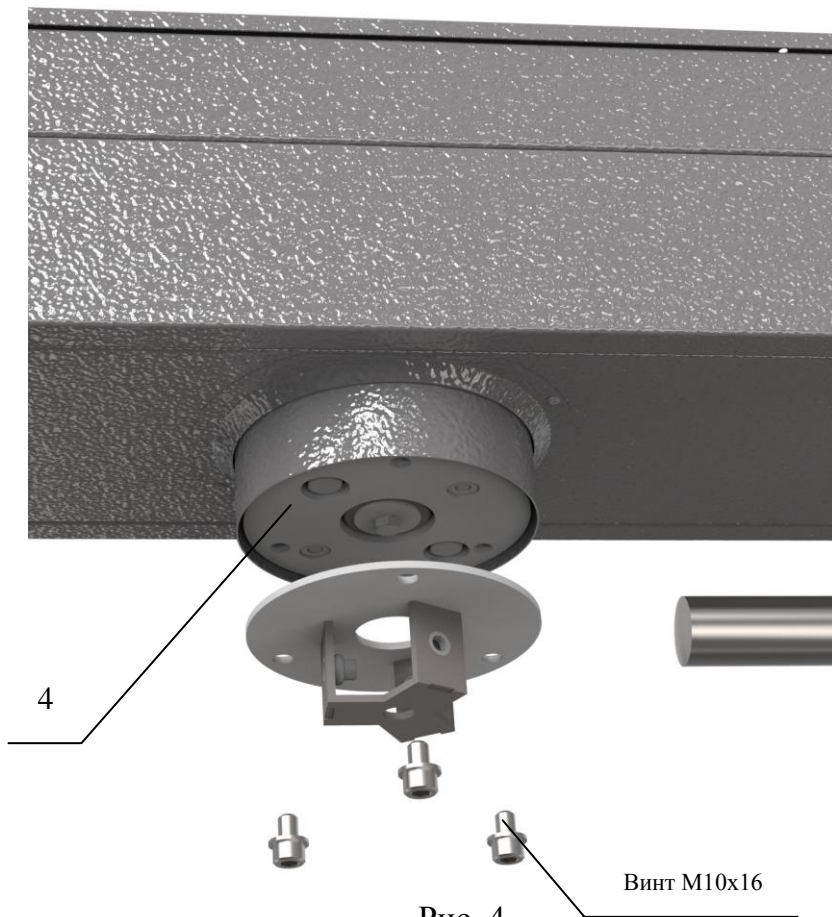
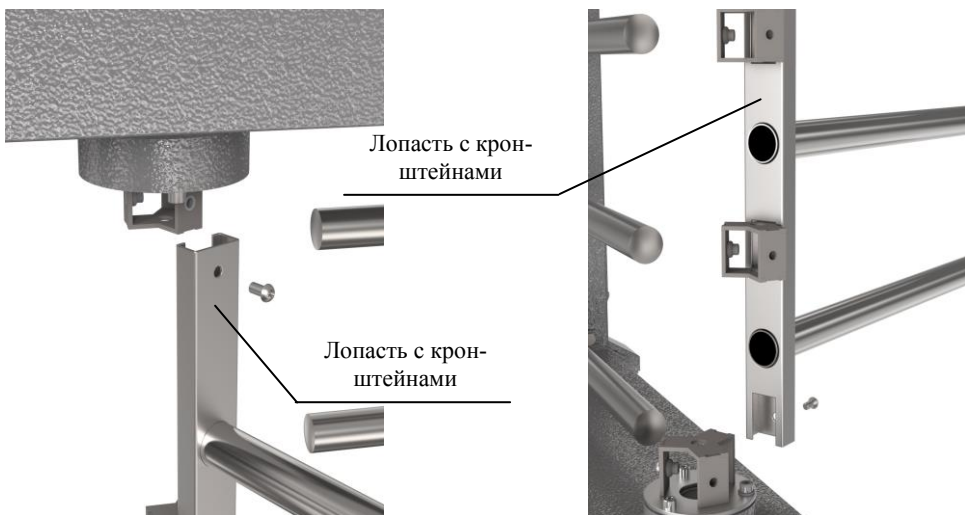

Рис. 4
Рис. 5
2. Сборка центральной стойки (Рис. 4 и Рис. 5):
- установите на диск муфты привода рис.4) верхний фланец центральной стойки и закрепите винтами М10х16; в первую очередь установите на посадочные плоскости фланцев лопасть с внутренними кронштейнами (рис.5) и закрепите винтами М8 (не затягивая их);